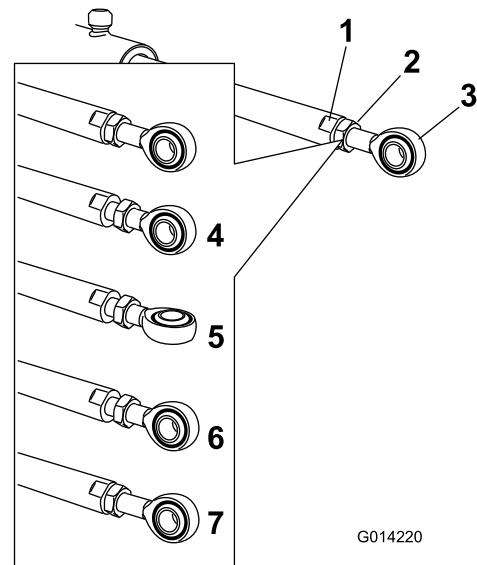

Figura 104
5. Utilizzate una chiave sui lati piatti dell'asta dell'attuatore per immobilizzarla, poi allentate il controdado per consentire la regolazione dell'asta dell'occhiello (Figura 104).
6. Girate l'asta dell'occhiello nell'asta dell'attuatore per accorciare o allungare l'attuatore esteso nella posizione desiderata (Figura 104).